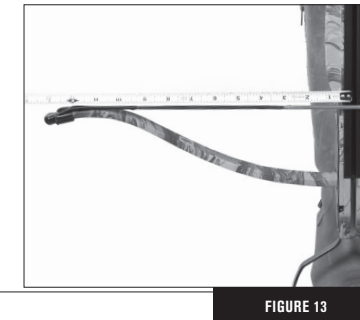

FIGURE 13
1. Utilisez un mètre ruban pour vérifier la distance entre chaque extrémité de l'arc et l'endroit où la corde croise le rail de lancement. Cette mesure doit être identique de chaque côté (Fig. 13).